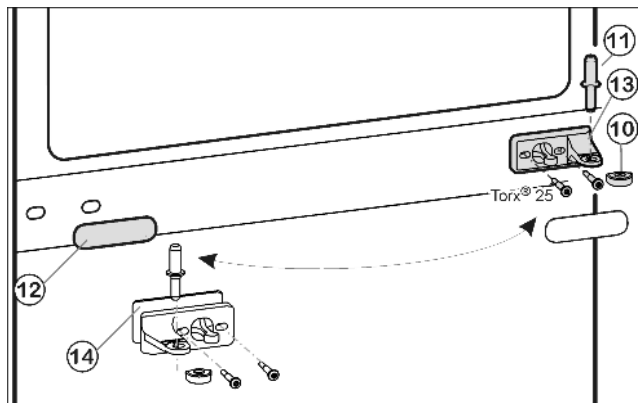
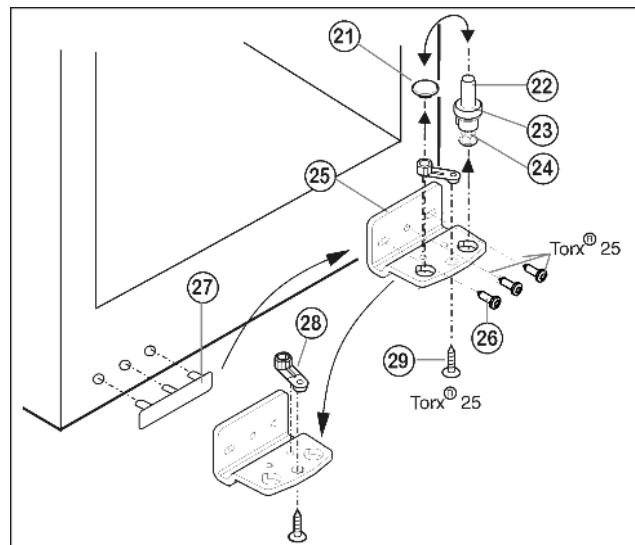

Fig. 6
Fig. 7
- ▶ Вытащите из опорного кронштейна и нижней дверцы средний опорный винт Fig. 6 (11).
- ▶ Снимите пластмассовый колпачок Fig. 6 (10).
- ▶ Открутите средний опорный кронштейн Fig. 6 (13) (2 шт. Torx® 25).
- ▶ Осторожно снимите накладку Fig. 6 (12).
- ▶ Прикрутите средний опорный кронштейн Fig. 6 (13) с подкладкой Fig. 6 (14) с поворотом на 180° на новую сторону шарнира (**с моментом 4 Нм**).
- ▶ Защелкните накладку Fig. 6 (12), повернув на 180°, на стороне, где теперь будет ручка.
- ▶ Извлеките опорный винт Fig. 7 (22) в комплекте с шайбой Fig. 7 (23) и регулируемой опорой Fig. 7 (24), вытягивая его вверх.
- ▶ Снимите пробку Fig. 7 (21).
- ▶ Открутите Fig. 7 (26) опорный кронштейн Fig. 7 (25).
- ▶ Открутите Fig. 7 (29) опорную деталь Fig. 7 (28) и, переставив в отверстие на противоположной стороне опорного кронштейна, снова прикрутите.
- ▶ Осторожно снимите и переставьте на противоположную сторону крышку со стороны ручки Fig. 7 (27).
- ▶ Снова прикрутите опорный кронштейн Fig. 7 (25) на новой стороне шарнира (**с моментом 4 Нм**). При необходимости используйте аккумуляторный шурупверт.
- ▶ Переставьте пробку Fig. 7 (21) в свободное отверстие.
- ▶ Вновь установите опорный винт Fig. 7 (22) в комплекте с шайбой и регулируемой опорой. При этом фиксатор должен быть направлен назад.
- ▶ Установите нижнюю дверцу сверху на нижний опорный винт *Fig. 7 (22)*.
- ▶ Снова наденьте пластмассовый колпачок *Fig. 6 (10)* на средний опорный кронштейн *Fig. 6 (13)*.
- ▶ Вставьте средний опорный винт *Fig. 6 (11)* на новой стороне шарнира через средний опорный кронштейн *Fig. 6 (13)* в нижнюю дверцу.
- ▶ Установите верхнюю дверцу на средний опорный винт *Fig. 6 (11)*.
- ▶ При необходимости выровняйте дверцы через два продольных паза в нижнем опорном кронштейне *Fig. 7 (25)* и среднем опорном кронштейне *Fig. 6 (13)* параллельно корпусу устройства. Для этого выкрутите средний винт на нижнем опорном кронштейне *Fig. 7 (25)*.